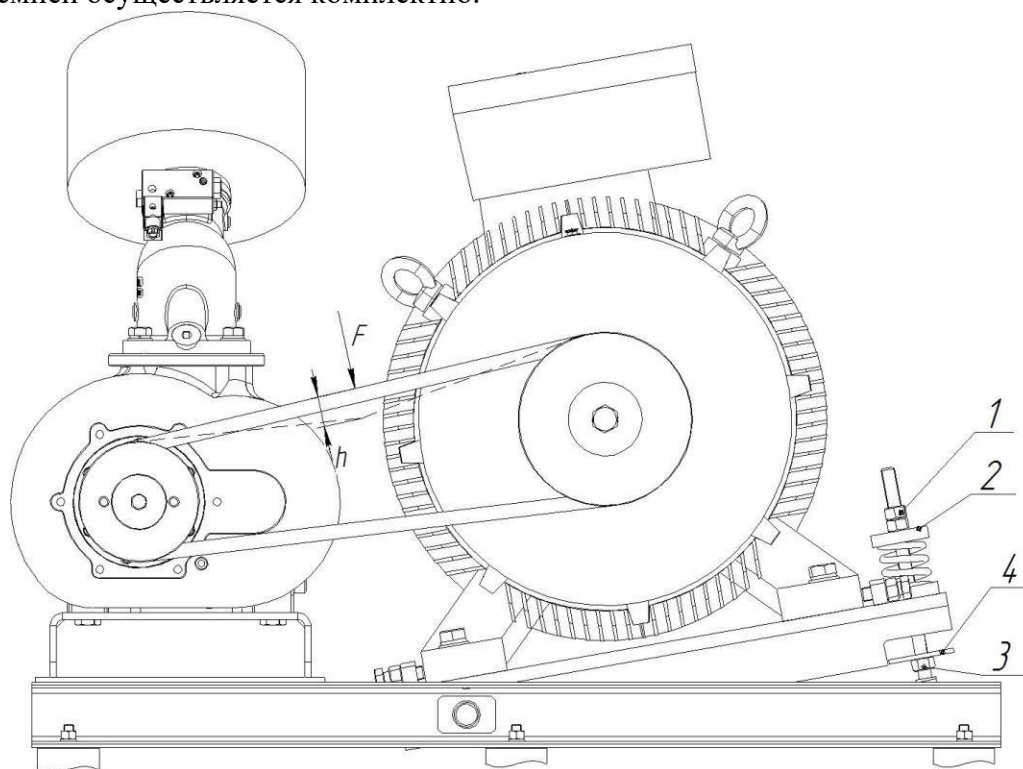

Рисунок 7
8.5.1 Передача мощности осуществляется за счет сил трения, возникающих в месте контакта ремня и шкивов. Для нормального функционирования ременной передачи необходимо соблюдение условий чистоты контактирующих поверхностей и обеспечение требуемого усилия натяжения ремня (см. рисунок 7, таблица 4).